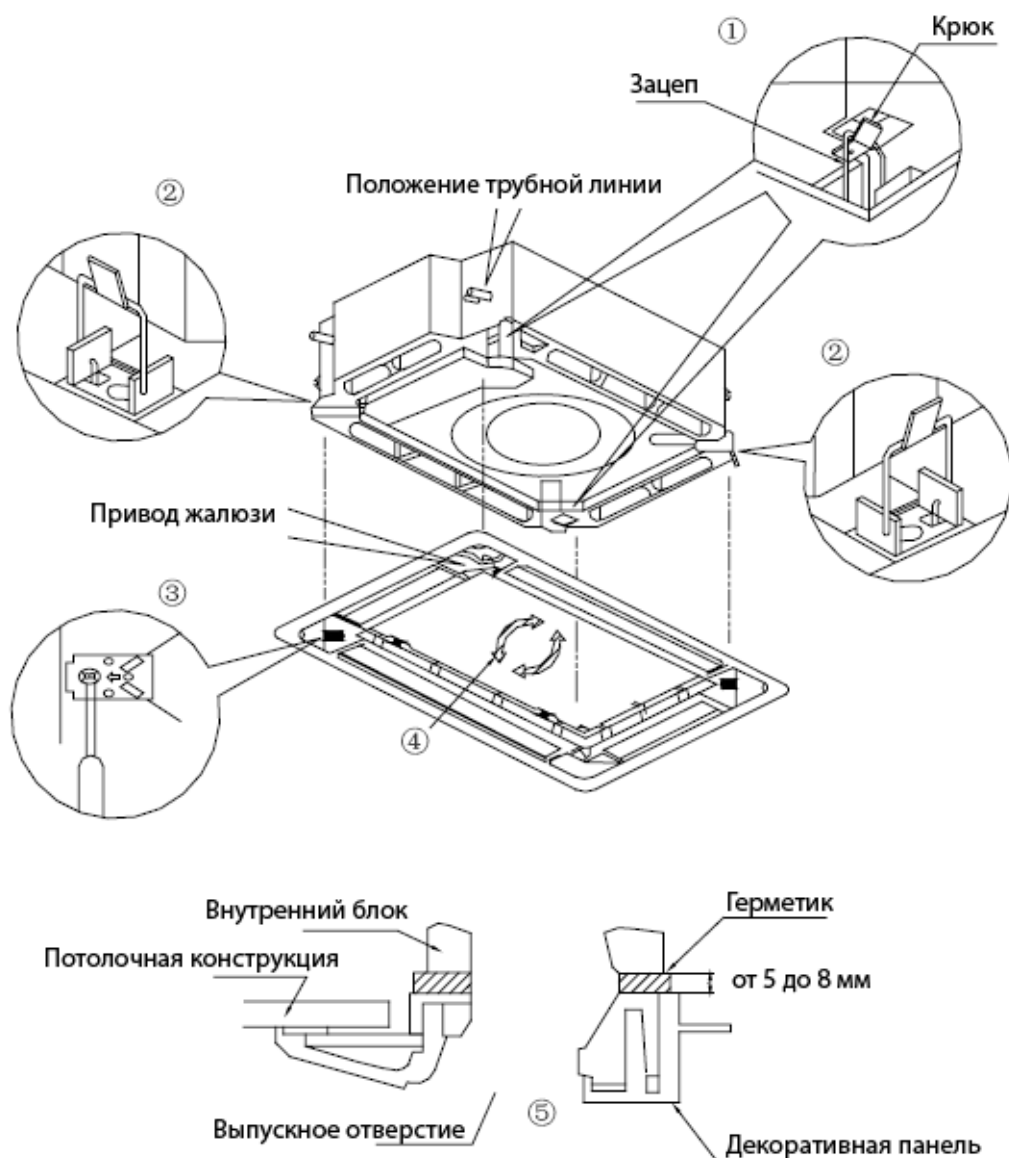

Рис. 11
(1) Установить панель на внутреннем блоке, совмещая положение привода жалюзи на панели с расположением трубной линии на внутреннем блоке - см. рис. 11.
(2) Установка панели
- Отрегулировать положение панели, развернув ее в направлении, указанном стрелкой (см. рис. 11), чтобы панель плотно прилегала.